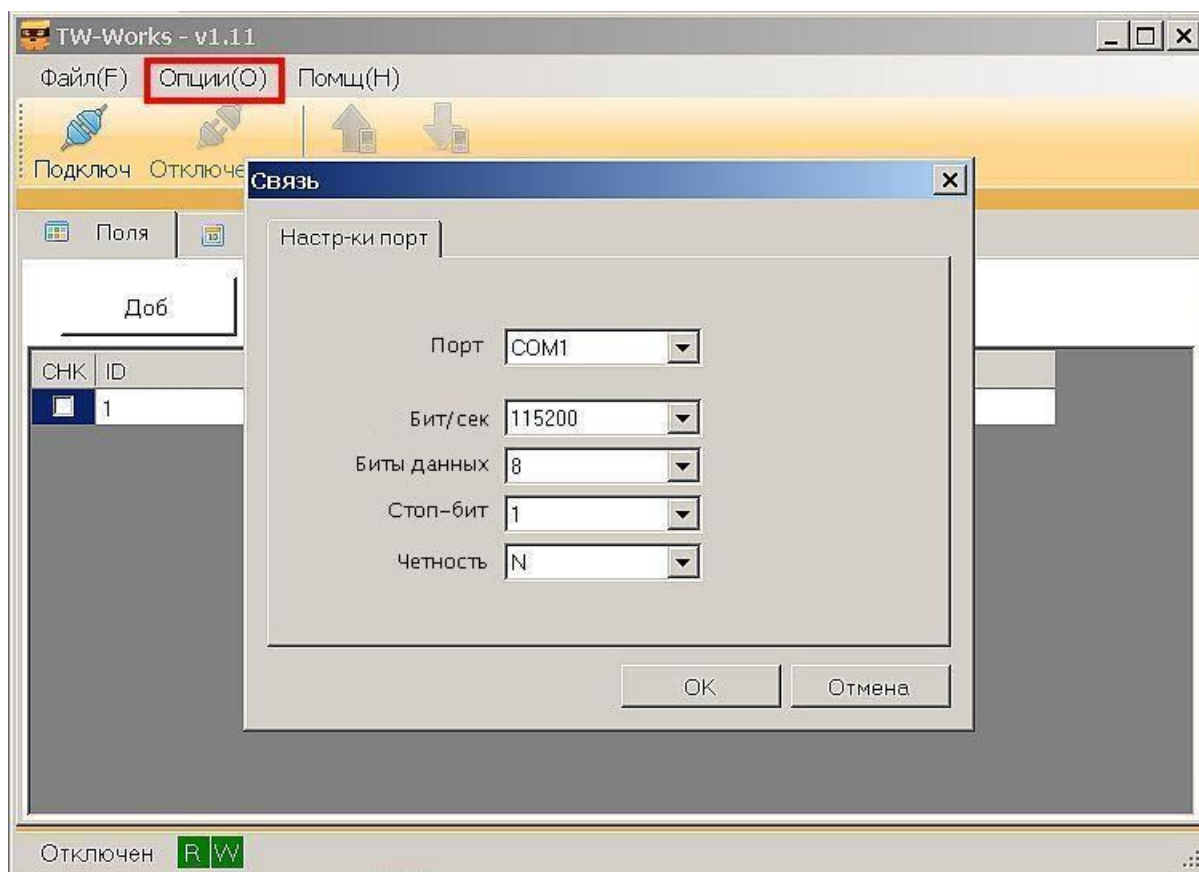

Рисунок 6.1
- Для настройки параметров связи интерфейса в окне программы выбрать вкладку меню «Опции (O)» и в открывшемся списке выбрать «СВЯЗЬ (C)» (см. рисунок 6.1).